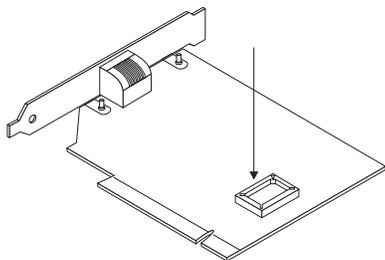

Figura 3-1. Adaptador 10/100 EtherJet PCI
- 2 Coloque el adaptador sobre una superficie lisa, con el componente hacia arriba. La flecha de la Figura 3-1 indica la ubicación del zócalo para el módulo flash.